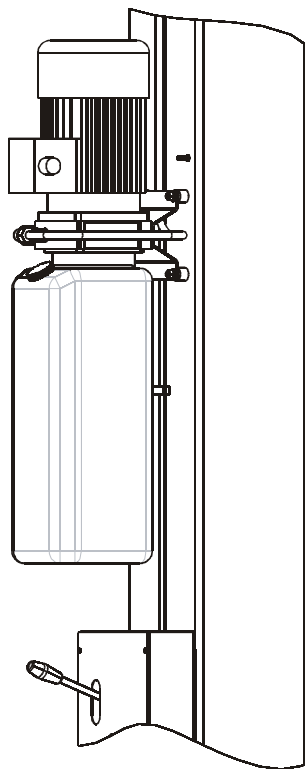

Рисунок 12 Контроль уровня масла в гидробаке
6.11 Сдвинуть гофрированный кожух на трубопроводе и залить в гидробак масло (п. 2.14). Уровень масла контролировать щупом через любое отверстие в гидробаке (см. рис. 12). При опускании щупа до дна гидробака уровень масла должен быть в районе лыски на щупе.